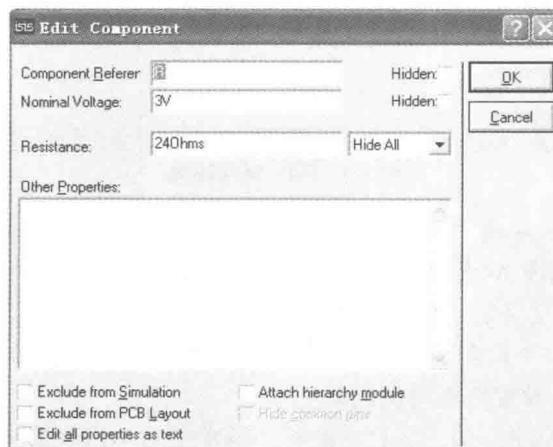

图 1-5 修改元器件参数
(3) 放置元器件：在对象选择器中的元件列表中，单击所用元件，再在设计窗口单击，出现所用元件的轮廓，并随鼠标移动，找到合适位置，单击，元件被放到当前位置。根据需要可以移动调整位置（调整的过程中可能用到复制粘贴、旋转、放大或缩小画面、删除等操作）。
(4) 连线：就是把元件的引脚按照需要用导线连接起来。方法是在开始连线的元件引脚处单击左键（光标接近引脚端点附近会出现红色小方框，就表示可以了），移动光标到另一个元件引脚的端点，单击即可。如果后面还需要画相同形状线的话，在一个新的起点双击即可。
(5) 修改元件参数：双击元器件会弹出属性对话框，修改参数如图 1-5 所示。这里主要把灯泡的电压值修改为 3V。